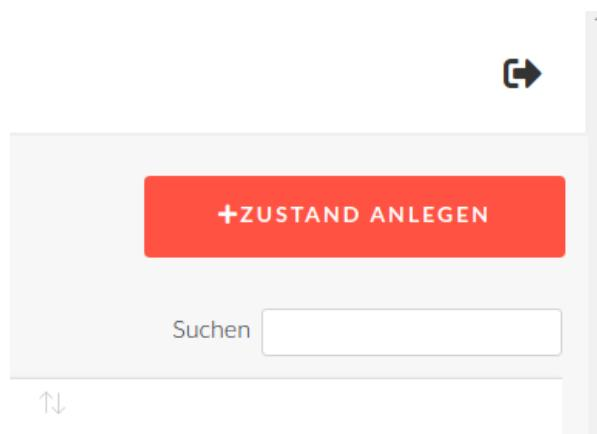

Abbildung 50: Anlegen eines neuen Zustands
- Klicken Sie auf die Schaltfläche *Zustand hinzufügen* (vgl. Abbildung 50)
- Durch einen Klick auf *Bearbeiten* öffnet sich das Fenster, das sich bereits beim Anlegen eines Zustands geöffnet hat (vgl. Abbildung 50). Die Daten des gewählten Zustands sind bereits in die entsprechenden Felder eingetragen und können nun bearbeitet werden